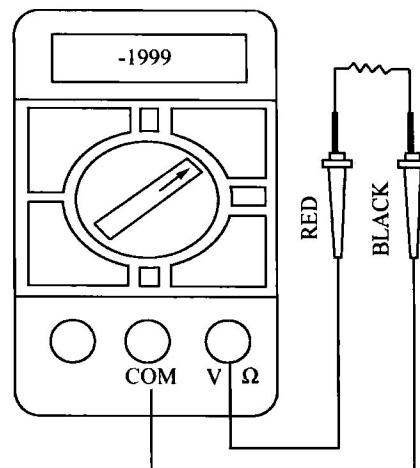

图2-2-2 直流电压的测量
- 2) 将功能开关置于DVC量程范围，并将表笔并接在被测负载或信号源上（见图2-2-2所示）。在显示电压读数同时会指示出红表笔的极性。